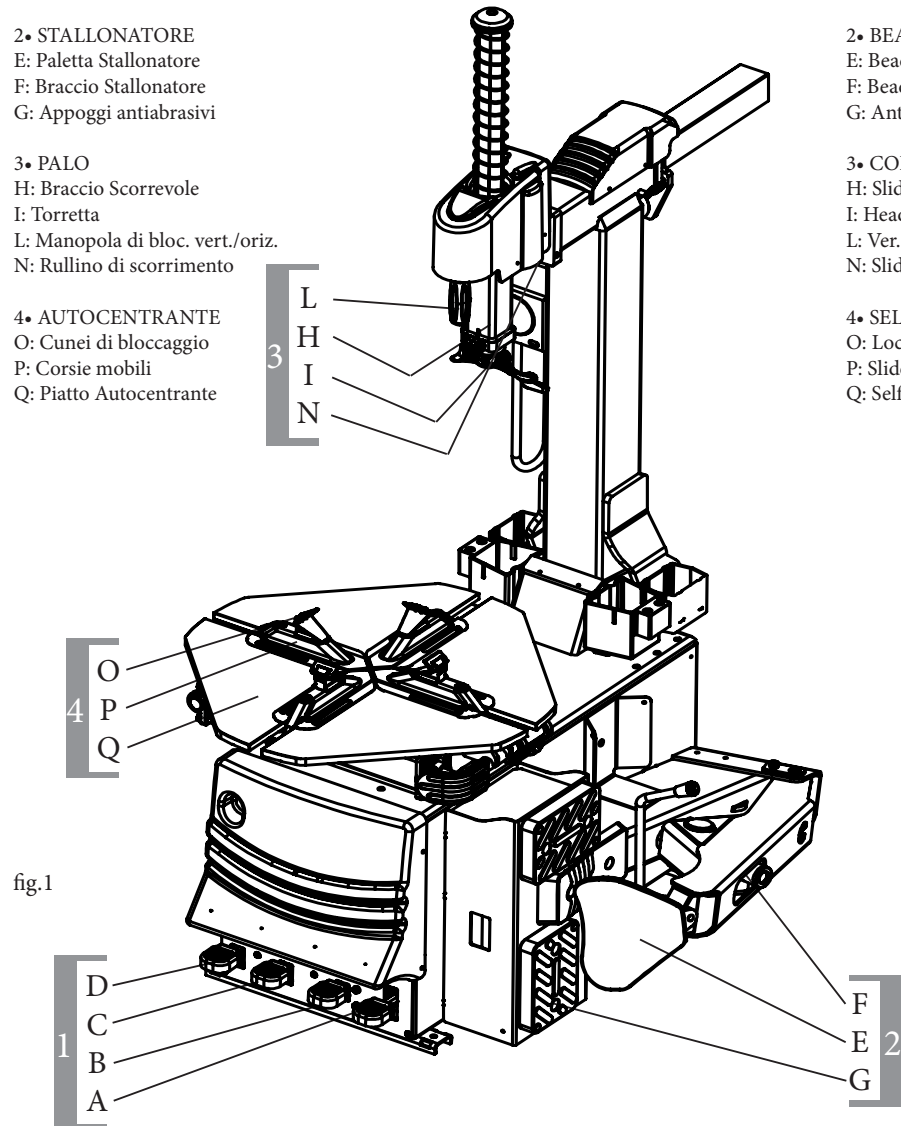

fig.1
PEDALIERA (fig.1) (1)
STALLONATORE (fig.1) (2)
GRUPPO PALO (Fig.1) (3)
AUTOCENTRANTE (Fig.1) (4)
PEDAL CONTROLS (fig. 1) (1)
BEAD BREAKER (fig. 1) (2)
COLUMN UNIT (Fig.1) (3)
SELF-CENTERING CHUCK (Fig.1) (4)
PEDALIER (fig.1) (1)
AUTOCENTREUR (fig.1) (4)
FUßSCHALTUNG (Abb. 1) (1)
ABDRÜCKER (Abb.1) (2)
TRAGSÄULENGRUPPE (Abb.1) (3)
SELBSTZENTRIERER (Abb.1) (4)
JUEGO DE PEDALES (fig.1) (1)
DESTALONADOR (fig. 1) (2)
UNIDAD COLUMNA (fig. 1) (3)